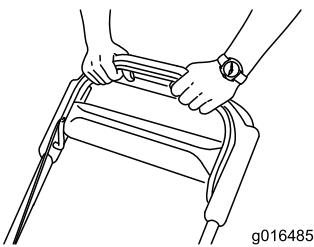

Рисунок 24
- Удерживайте штангу управления ножом прижатой к рукоятке (Рисунок 24).